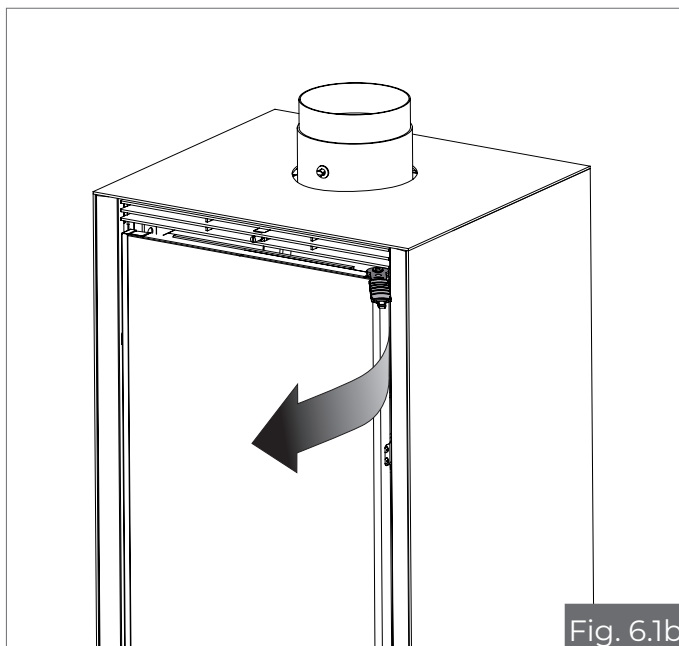

Fig. 6.1b
- **IKI UP/IKI UP TF** : insérer la clé dans le crochet d'ouverture supérieur (fig. 6.1b), et tirer vers soi. Attention ! Dépassée la moitié de l'ouverture, un système automatique aura tendance à laisser la porte ouverte.